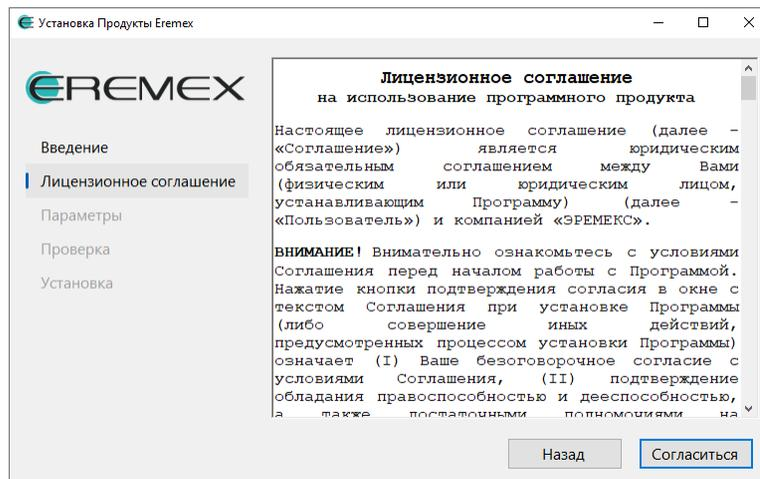

Рис. 2 Лицензионное соглашение
3. Прочитайте условия лицензионного соглашения и нажмите «Согласиться», см. Рис. 2.